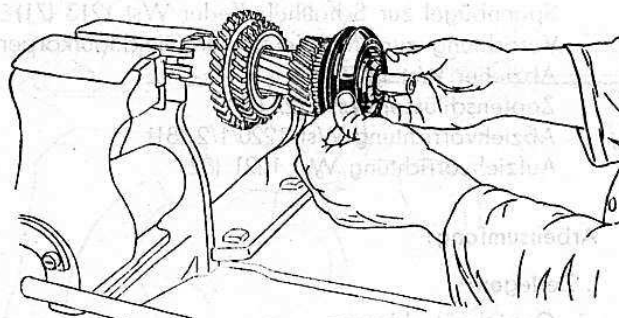

Bild 91
8. Gleichlaufkörper (g) aufschieben (Nabenbund nach vorne) (Bild 91).